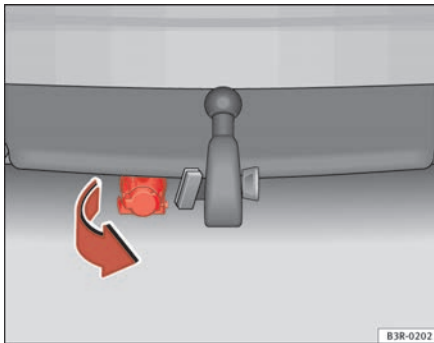

Abb. 155 Stoßfänger hinten: Anhängerstechdose nach unten schwenken
- Klappen Sie die Steckdose unter dem Stoßfänger nach unten, um die Kabel des Anhängers anzuschließen ⇒ Abb. 155.